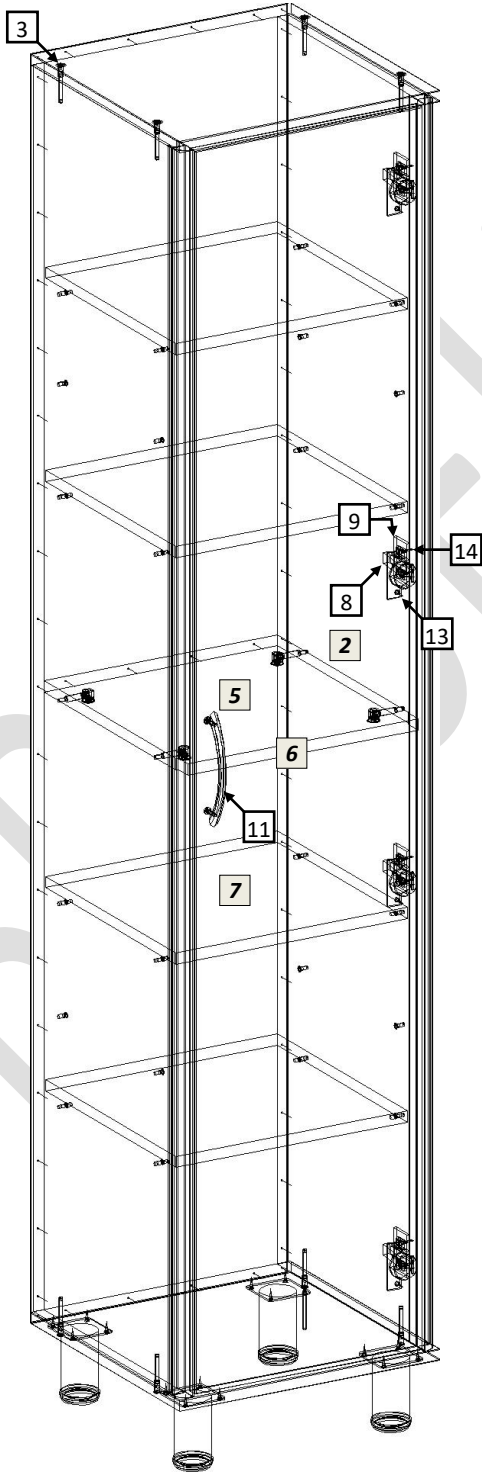

рис.1
- 4.1 Распаковав шкаф, внимательно ознакомьтесь со схемой сборки, изображённой на рис.1. Согласно комплекточной ведомости и позициям на схеме определите расположение деталей в изделии и порядок их сборки. Сборка производится на ровном полу, укрытом материалом, предотвращающим повреждение покрытия пола и деталей мебели. Подготовьте необходимые для сборки инструменты – плоскую и крестовую отвёртки, молоток, рулетку или линейку, шуруповёрт.